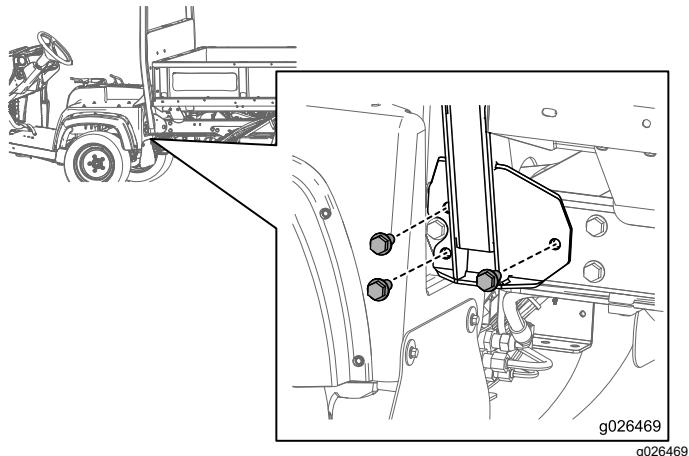
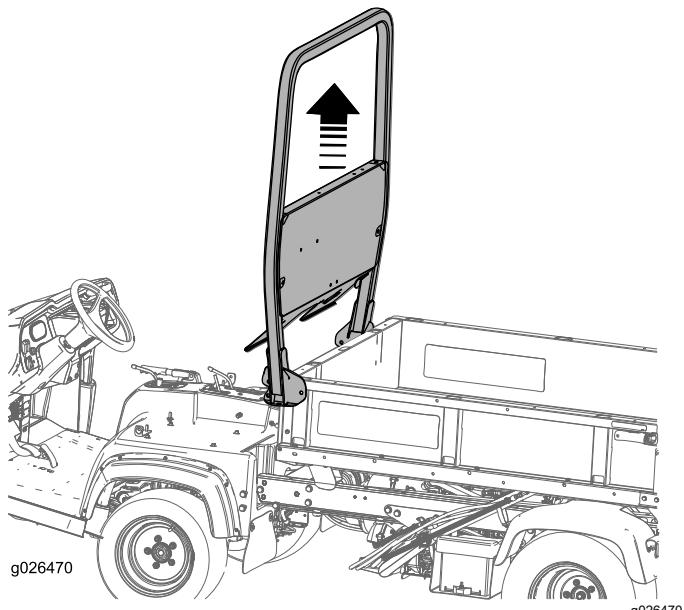

Рисунок 9
Рисунок 10
1. Отверните 6 болтов, которые крепят узел ROPS к раме автомобиля, как показано на Рисунок 9 и Рисунок 10.